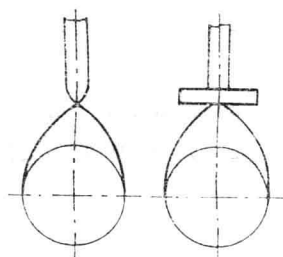

图2.2
2.30 图2.2两机构凸轮相同() _____, 从动件运动规律一致() _____。二者均适于高速()。_____